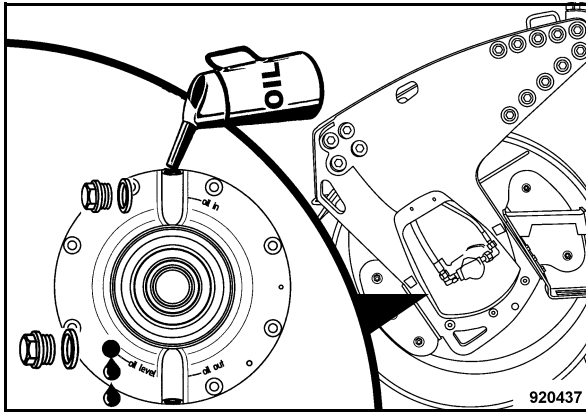

Fig. 176
- Versare olio attraverso il foro di riempimento fino a che fuoriesce dal foro di controllo (Fig. 176).